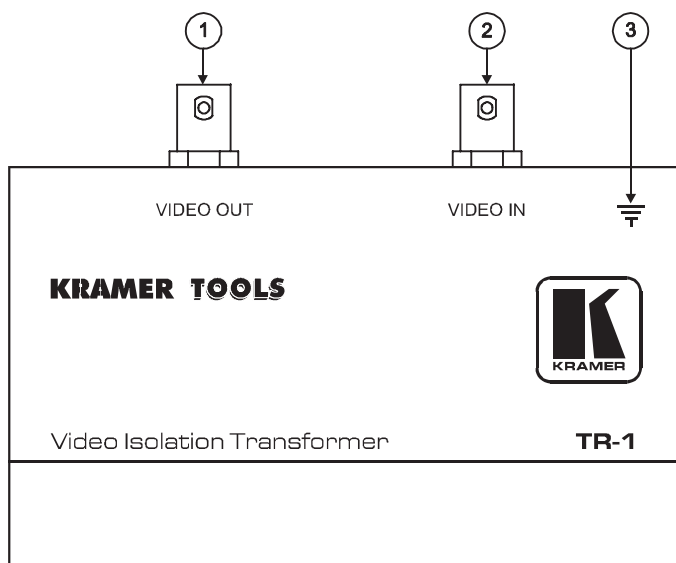

Рис. 1. Изолирующий трансформатор для видеосигнала TR-1
- на рис. 1 и в табл. 2 — изолирующего трансформатора для видеосигнала **TR-1**